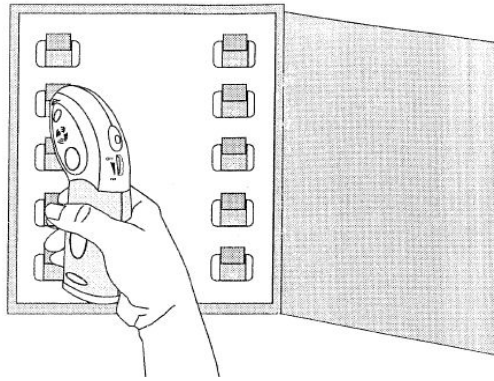

Abb. 4
1. Begeben Sie sich zur Sicherungsschalttafel und halten Sie den Empfänger vertikal mit der flachen Fläche seines feinen Endes direkt auf dem Abschalter oder auf der Sicherung (Abb. 4). Bewegen Sie den Empfänger auf der Reihe der Abschalter oder Sicherungen langsam von oben nach unten, von links nach rechts. Der Empfänger gibt ein akustisches Signal ab und seine grüne LED blinkt, wenn er das Signal des Senders erfasst. Verringern Sie bei Bedarf die Empfindlichkeit des Empfängers, um den Abschalter (oder die Sicherung), die den Schaltkreis schützt, zu orten.